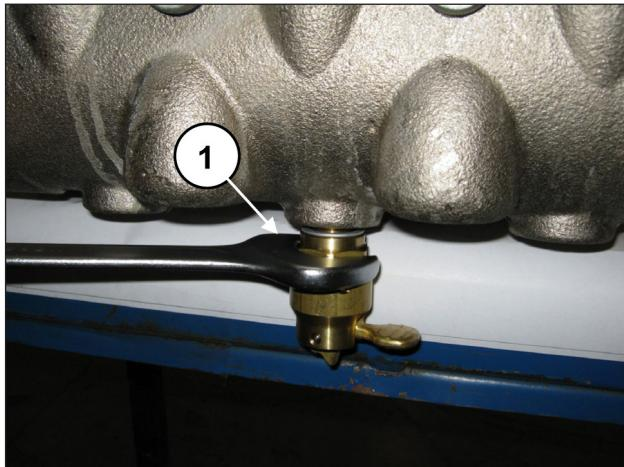
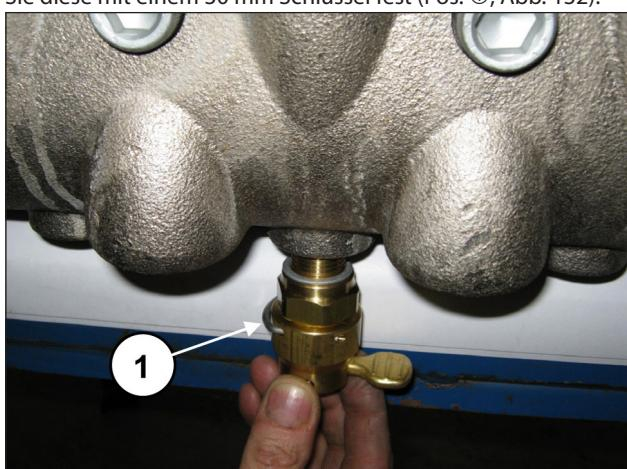

Abb. 132
Abb. 131
Bringen Sie die Ventilöffner an (Pos. ①, Abb. 131) und drehen Sie diese mit einem 30 mm Schlüssel fest (Pos. ①, Abb. 132).